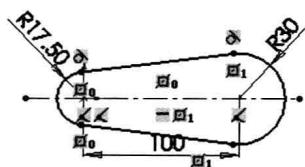

图 1-11 标注半径
Step14 标注半径。单击“尺寸/几何关系”工具栏中的“智能尺寸”按钮，重新标注圆弧的半径尺寸，如图 1-11 所示。